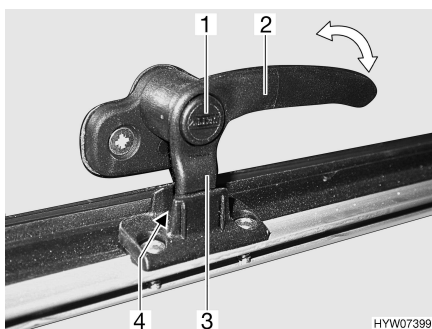

Bild 23 Låsarm i läget "kontinuerlig vädning"
- I läget "kontinuerlig vädning" (Bild 23)
- Tryck på låsknappen (Bild 23,1) och håll den nedtryckt.
- Sväng låsarmen (Bild 23,3) ett kvarts varv mot fönstrets mitt.
- Vrid tillbaka låsarmen. Därvid måste låsarmens låsspak (Bild 23,3) föras in i spåret på fönsterlåsen (Bild 23,4).
- Släpp låsknappen (Bild 23,1).